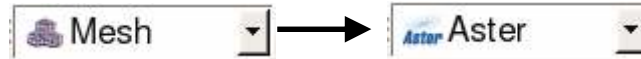

図 21 : SALOME テキストボックス
- ① ランチャー画面のメニューバーにあるテキストボックスを「Mesh」から「Aster」に変更する (図 21)。